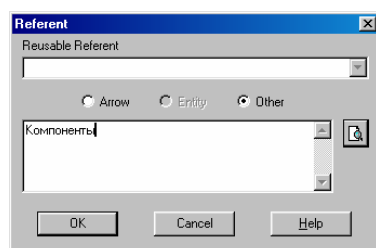

Рис. 105. Создание объекта ссылки
5. С помощью кнопки  палитры инструментов создайте объект ссылки. Внесите имя объекта внешней ссылки **"Компоненты"** (рис. 105).